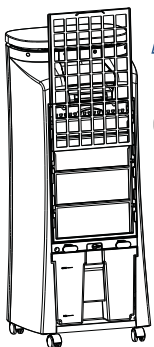

Fig 1
1. Retirez tout d'abord la grille arrière (Fig 1).